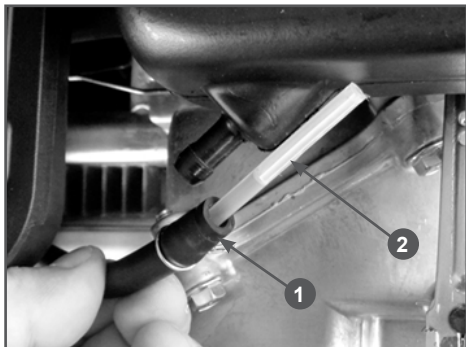

Рис. 10 Топливный фильтр
4. Извлеките из топливного шланга 1 топливный фильтр 2 (Рис. 10).